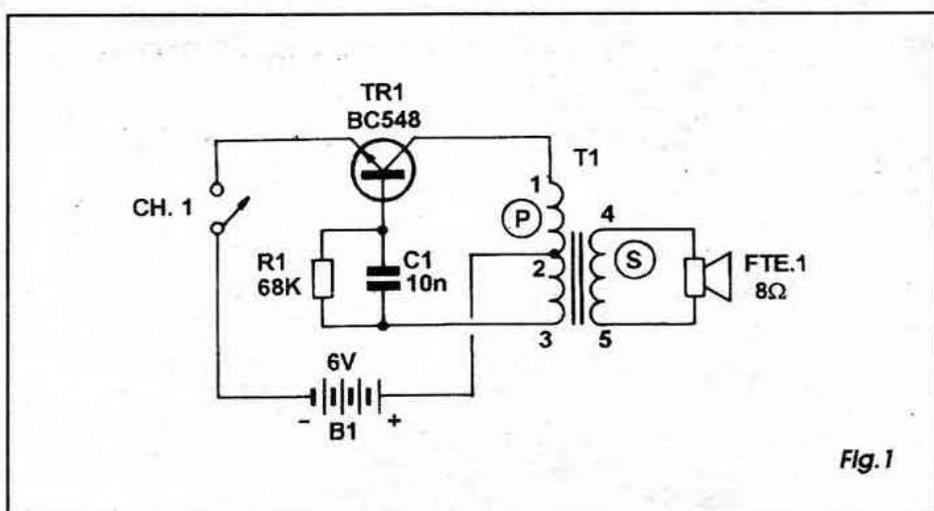

Fig. 1
sul, talvez torne-se realidade um antigo sonho nosso (e de muitos amigos hobbystas argentinos...) de montar um entreposto por aí, talvez até com uma edição em espanhol, específica para o mercado latino-americano... Vamos ver... Agora, falando na sua idéia de usar o projeto básico do **FONE SEM FIO (INFRA-VERMELHO)** como núcleo de um sistema de tradução simultânea com recepção individual: achamos válida a adaptação, e muito interessante a possibilidade (que, confessamos, não nos tinha ocorrido...)! As recomendações são poucas, simples, e valem ser experimentadas: primeiramente (ver **FIG. A**) julgamos necessário o aumento da potência de emissão (em infra-vermelho) do transmissor, o que pode ser obtido pela *dobragem* na quantidade de LEDs (TIL32), de 5 para 10, *seriados* dois a dois, e com os cinco conjuntos (cada um deles protegido por um resistor de 100R...) *paralelados*... A alteração não é complicada, envolvendo pequenos acréscimos ao circuito básico da fig. 1 - pág. 11 - APE 66... Outra coisa (ainda conforme sugestão na **FIG. A**): se o ambiente no qual o sistema for utilizado tiver dimensões maiores do que uma sala residencial média (com toda certeza, assim será...), a lógica manda que sejam implementados *vários* transmissores (digamos, um para cada 30 ou 40 m² do ambiente...), cujos detalhes de instalação física se encontram no próximo diagrama... O acoplamento eletrônico de vários transmissores de infra-vermelho
- FIG. 1 - Um dos mais simples e tradicionais arranjos osciladores (agora caindo em desuso, pela lenta *obsolescência* dos circuitos baseados em transformadores...) é o denominado *tipo Hartley*, que trabalha com realimentação indutiva. Na verdade, nesse arranjo, o trafo não só ajuda a promover a realimentação (o *primário* tem uma terminação central...) como também promove a transferência do sinal gerado para o transdutor (alto-falante), executando ainda o necessário casamento de impedâncias... No seu arranjo típico, mostrado na figura, o trafo T1 é do tipo *de saída para transístores* (um componente já meio difícil de encontrar...), com um *primário* mostrando impedância normalmente de 100 ohms para mais, e contendo uma tomada central... O *secundário*, geralmente, tem baixa impedância, de modo a casar com o alto-falante (4 ou 8 ohms). Além da própria indutância do trafo, também os valores de R1 e/ou de C1 são determinantes da frequência de oscilação... Além disso, outros capacitores que podem ser anexados entre os terminais 1-3, ou 1-2, ou 2-3 do *primário* do trafo, também permitem determinar ressonâncias e frequências... Quanto ao elemento ativo - o transístor - normalmente admite várias equivalências, seja em pequena, média ou alta potência... Como a realimentação, responsável pelo início e manutenção da os-